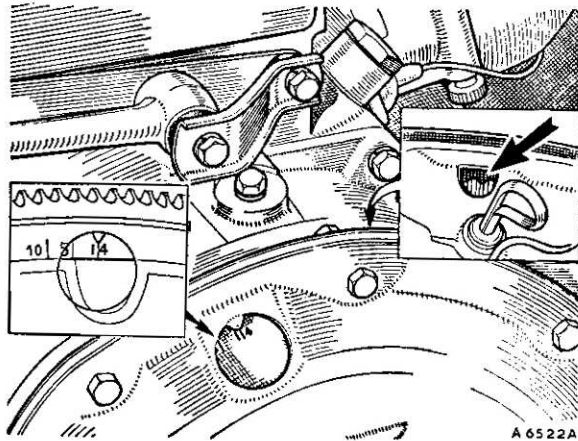

Fig. Ba. 1
3. Le tacche per la messa in fase stampigliate sul convertitore possono essere osservate dopo aver tolto l' anello di gomma isolante sito sul coperchio (vedi Fig. Ba. 1 e Ba. 2).